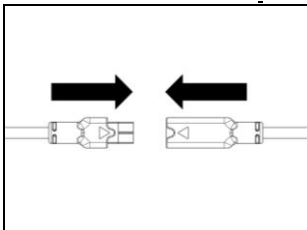

Abb. 38
- Schließen Sie das Mikrofon an den aus der E-Box kommenden Stecker an (Abb. 38).